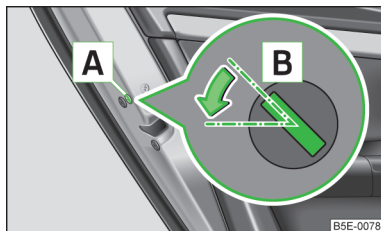

Fig. 210
- Demontați masca [A] » fig. 210.